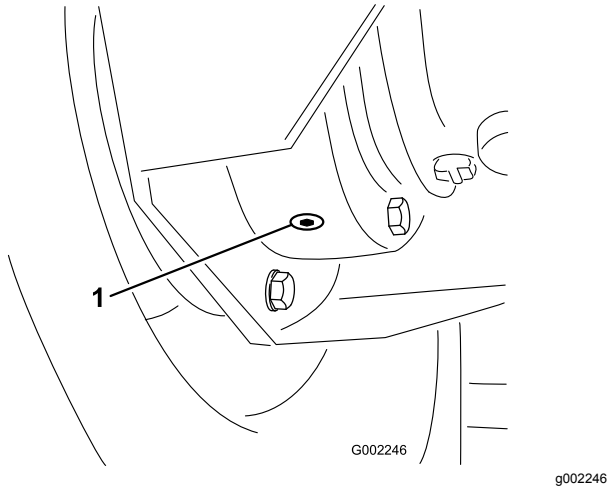

Figura 78
- Coloque un recipiente debajo del tapón de vaciado interior y retire el tapón (Figura 78).